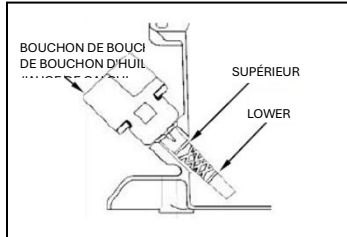

Fig. 10A
- Vérifie le niveau d'huile moteur avec le moteur arrêté et en position équilibrée. Fig.10A/10B/10C.